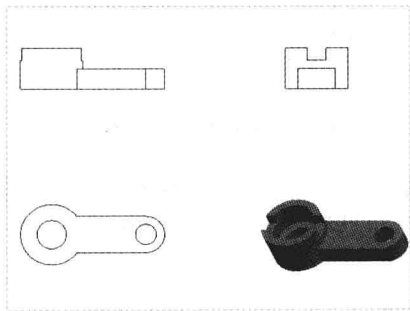

图 12-65 恢复视图
Step 06 选择“完成选择”选项，即可恢复视图，如图 12-65 所示。